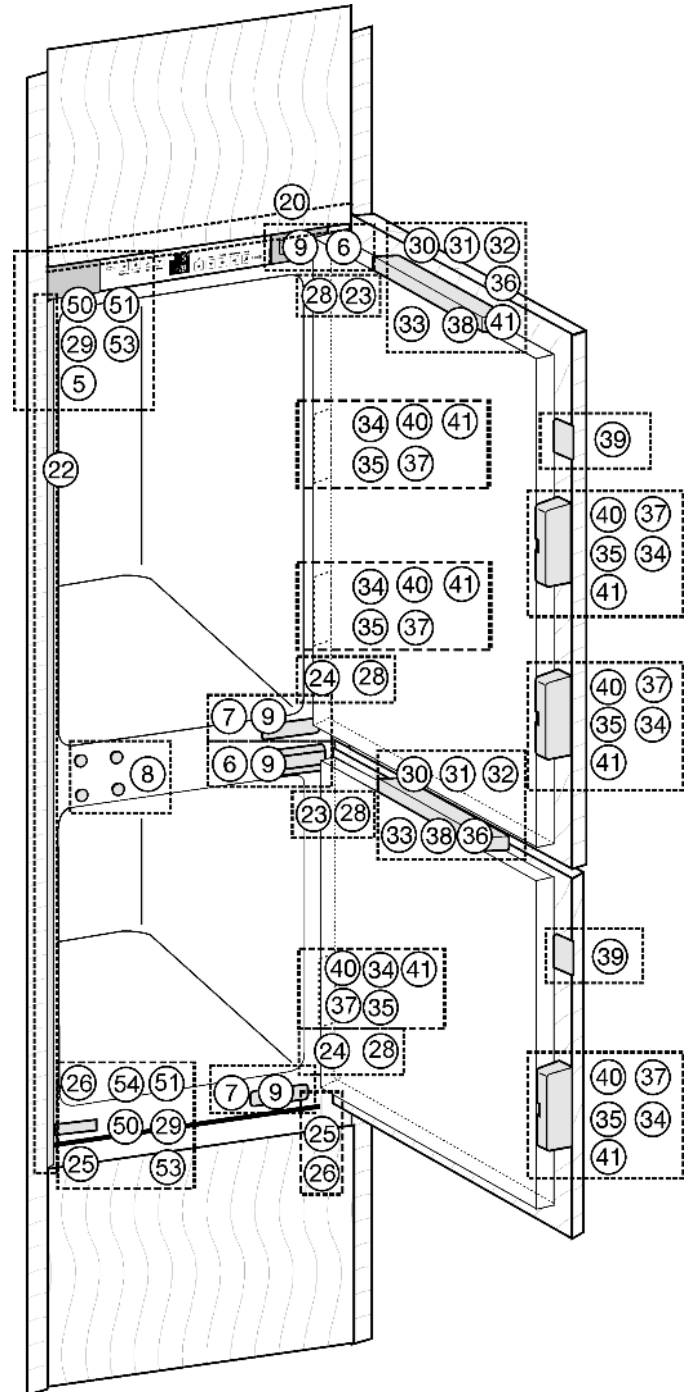
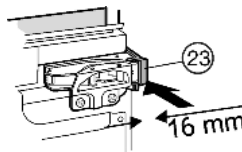
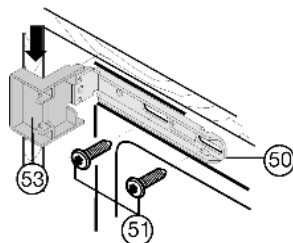
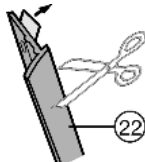

Fig. 6
Fig. 10
Fig. 11
Fig. 12
- ▶ Afdekkingen Fig. 6 (5,6,7) afnemen.
- ▶ Afstandhouder Fig. 10 (23) op de bovenste en afstandhouder Fig. 6 (24) op de onderste scharnieren vastklikken.
- ▶ Afdekking Fig. 11 (53) en afdekking Fig. 11 (50) boven en beneden op de bevestigingshoeken teken.
- ▶ De bevestigingshoeken Fig. 11 (50) boven met schroeven en beneden met schroeven Fig. 11 (51) zodanig vastzetten dat de hoek nog iets naar links en rechts bewogen kan worden.
- ▶ Beschermfolie van de afdekrail Fig. 12 (22) trekken. Afdekrail Fig. 12 (22) aan de kant van de handgreep en sluitend met de voorkant aan de neus van de afdekking Fig. 11 (53) plaatsen en aan de zijwand van het apparaat plakken.
- ▶ Afdekrail Fig. 12 (22) indien nodig van onderen inkorten: De afdekrail Fig. 12 (22) moet 3 mm boven de bovenrand van de onderste bevestigingshoek Fig. 6 (50) eindigen.
- ▶ Apparaat inschuiven tot de afdekkingen Fig. 11 (53) de meubelzijwand raken Fig. 11.
- ▶ Houd rekening met de opbouwafmeting (diepte van de deuraanslagonderdelen): Scharnieren en afdekkingen Fig. 11 (53) met de opbouwafmeting uit laten steken.
- ▶ Apparaat via destelpootjes Fig. 6 (25) met de bijgesloten gaffelsleutel Fig. 6 (26) recht uitlijnen.